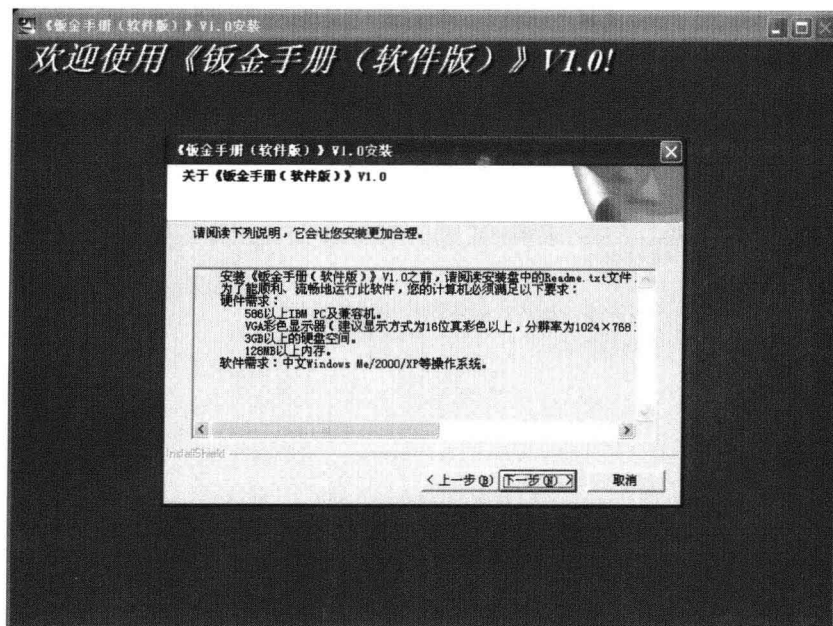

图 1.3 软件信息界面
- （4）进入如图 1.3 所示的软件信息界面，在此界面中概要介绍了《钣金手册（软件版）》V1.0 的主要功能，单击“下一步”按钮。